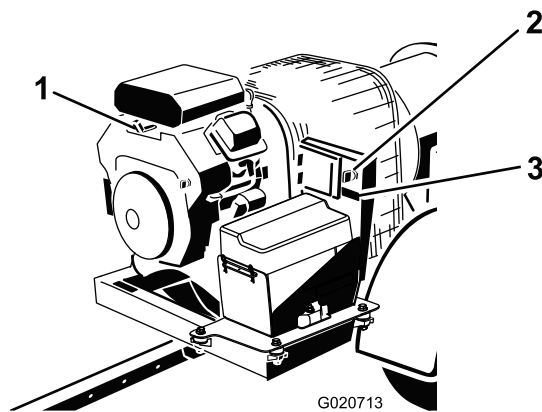

Bild 14
3. Drehen Sie den Zündschlüssel auf die START-Stellung und lassen Sie ihn schnell auf die ON-Stellung gehen (Bild 14). Der Empfänger wird aktiviert .
- Drehen Sie den Schlüssel beim Verlassen der Maschine in die OFF-Stellung und ziehen Sie ihn ab (Bild 14).